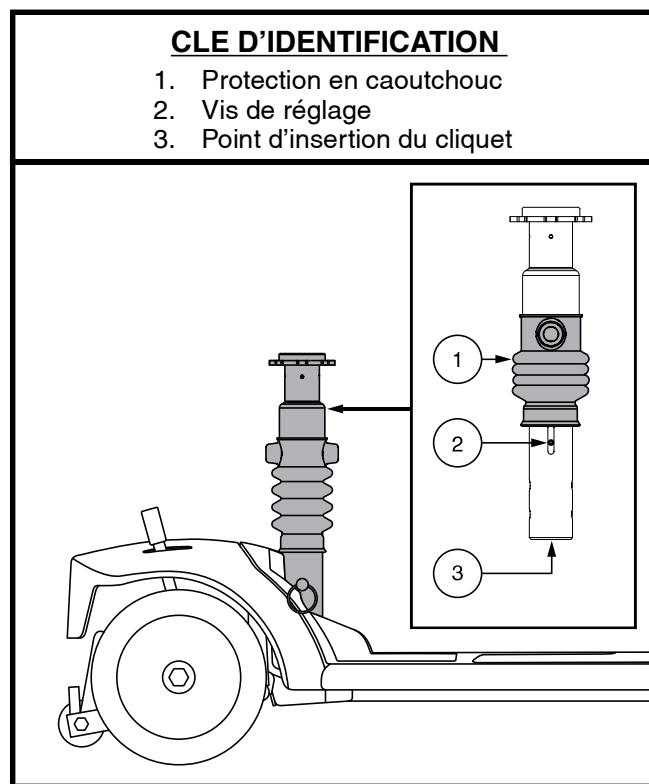

Figure 27 Réglage de la suspension du siège
Le mât du siège agit comme un absorbeur et peut être ajusté à différents degrés pour le confort de la conduite. Utilisez les vis de réglage qui sont visibles à travers la fenêtre de réglage sur le côté du mât comme guide lors du réglage. Faites glisser le manchon en caoutchouc vers le haut pour exposer les vis de réglage. Voir la figure 27.
3. Insérez une douille de 13 mm avec une extension au bas du mât. Voir la figure 27.